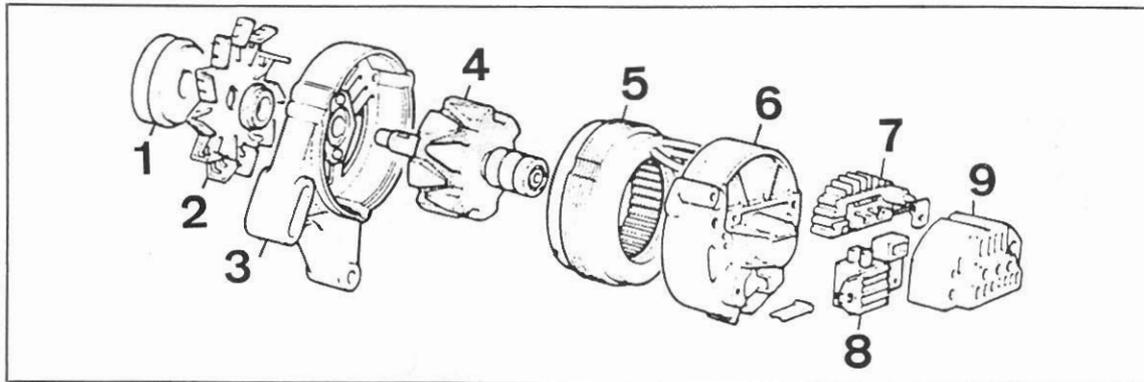

Fig.205 — Alternador
- Desarmar e armar o alternador são tarefas que não contêm dificuldades específicas. Para o ordenamento dos componentes ver fig.205.